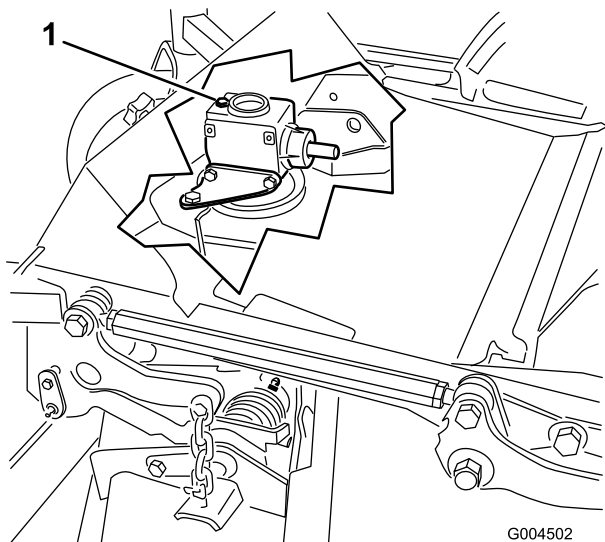

Figura 40
6. Retire a vareta/tampão de enchimento da parte superior da caixa de velocidades (Figura 40) e verifique se há lubrificante entre as marcas da vareta.
6. Retire a vareta/bujão de enchimento da parte de cima da transmissão (Figura 40).